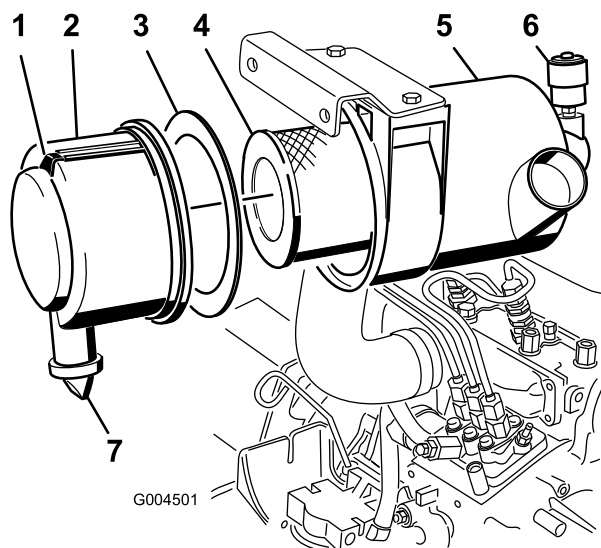

Figura 42
- Effettuate la manutenzione dell'elemento filtrante quando la spia (Figura 42) diventa rossa, oppure ogni 400 ore (più spesso in condizioni estreme di polvere o morchia). Non eccedere nella revisione del filtro dell'aria.
1. Tirate il fermo verso l'esterno e ruotate il coperchio del filtro in senso antiorario (Figura 42).
2. Togliete il coperchio dal corpo del filtro dell'aria (Figura 42).
4. Togliete il filtro primario e sostituitelo (Figura 42).
6. Verificate che la guarnizione in schiuma sintetica sia stata montata nel coperchio e che non sia strappata o danneggiata (Figura 42). Se è danneggiata, sostituirla.
- A. Togliete la valvola di uscita in gomma dal coperchio (Figura 42).
10. Se la spia è rossa, azzerate l'indicatore (Figura 42).